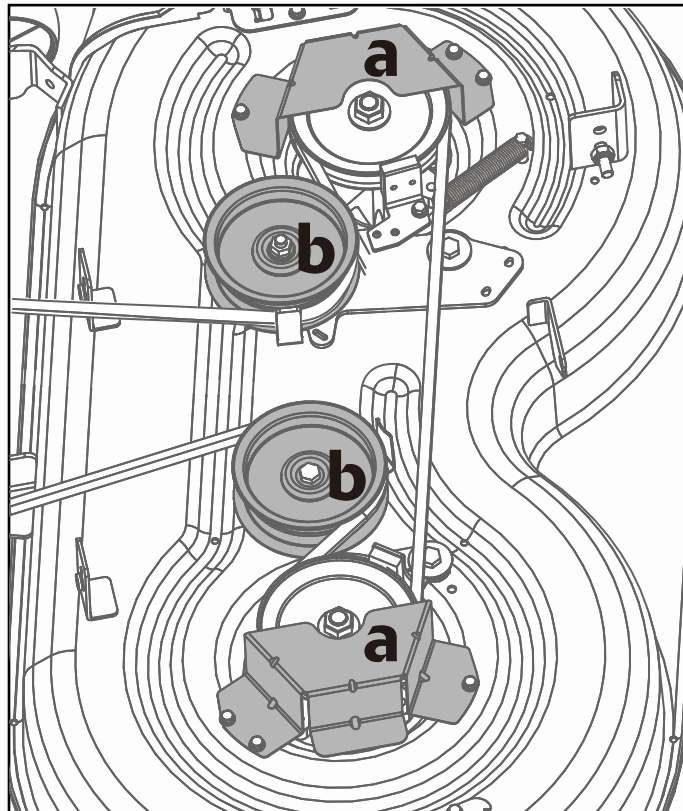

Fig. 26
2. Retire las dos fundas protectoras de las correas (a, Fig. 26) al retirar los seis tornillos que las aseguran a la cubierta.
3. Retire las dos poleas (b, Fig. 26) al retirar los pernos que las aseguran a la cubierta.